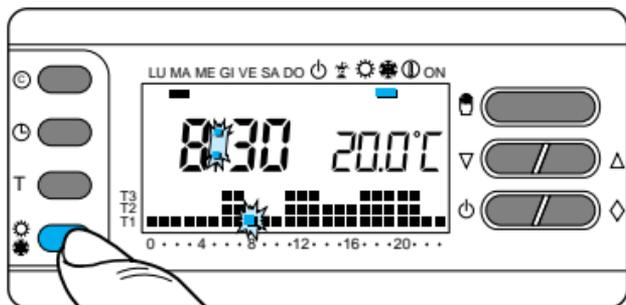

Fig. 35
**6.2** - Cerciórese de que el segmento correspondiente al programa de calefacción  esté activo. De ser necesario, pulse el botón / (fig. 35).